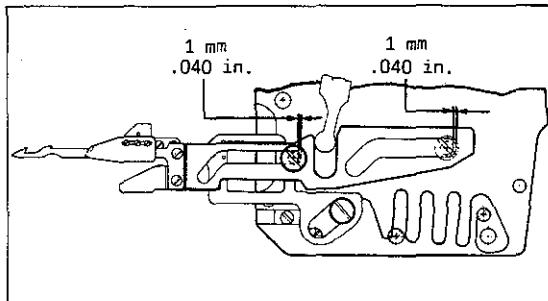

Fig.49
After making this setting check with needles in up position and lower knife swung to its left end position the distance at the right ends of slots (C). The distance should be at least 1 mm (.040 in.) (see Fig. 49).
Zur Einstellung entfernen Sie die Sicherungsscheibe (D), drücken den Mitnehmer (E) nach unten, drehen den Mithamerbolzen (F) entsprechend ein oder aus und koppeln am Hebel wieder an. Überprüfen Sie nach dieser Einstellung bei obenstehenden Nadeln und in die linke Endstellung geschwenktem Untermesser den Abstand an den rechten Enden der Schlüsse (C). Der Abstand muß mindestens 1 mm betragen (siehe Fig. 49).